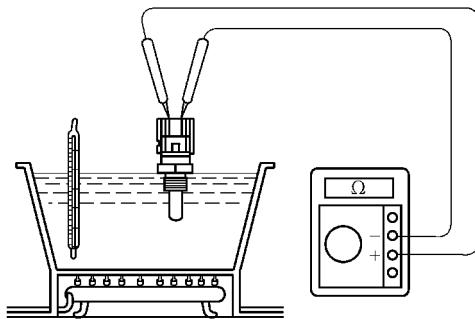

图 5-60 测量冷却液温度传感器电阻
2) 车下检查。拔下冷却液温度传感器导线插接器插头，然后从发动机上拆下传感器。如图 5-60 所示，将该传感器置于烧杯内的水中，加热杯中的水，同时用万用表欧姆档测量在不同水温条件下冷却液温度传感器两接线端子间的电阻值。将测得的值与标准值相比较。如果不符标准，则应更换冷却液温度传感器。